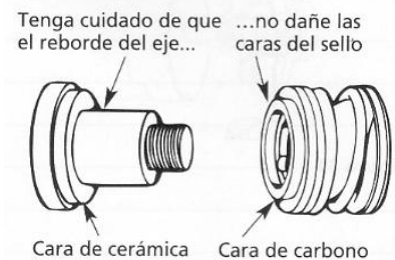

Figura 10- No melle sello en el reborde del eje
- IMPORTANTE:** Esté seguro que usted no mella ni rasguña cara de sello al pasarlo sobre fin roscado de túnel y hombro de túnel (vea Figura 10). La superficie del carbón debe quedarse la vida limpia o corta de sello resultará.